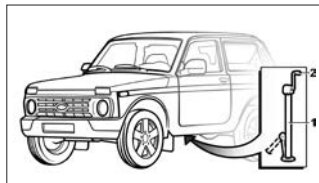

Рис. 41. Подъем автомобиля при замене колес
- ослабьте гайки крепления заменяемого колеса на один оборот комбинированным ключом (рис. 41);